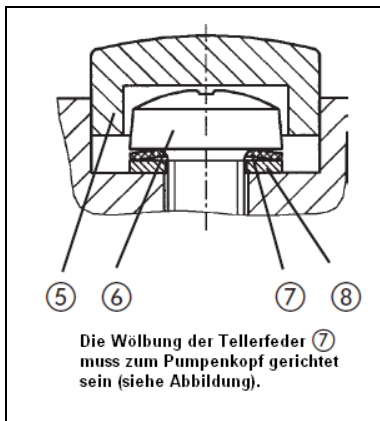

Abb. 12: Ausrichtung der Tellerfeder
- Die neuen Ventilplatten/Dichtungen (2) in die Ventilsitze der Zwischenplatte (1) einlegen.
6. Durch leichte horizontale Bewegung der Ventilplatten/Dichtungen (2) sicherstellen, dass die Bohrung der Ventilplatten/Dichtungen auf dem Zentrierstift der Zwischenplatte (1) zentriert ist.
7. Kopfdeckel (3) auf Zwischenplatte (1) setzen entsprechend der Filzstiftmarkierung (M).
8. Durch leichte seitliche Bewegung des Kopfdeckels (3) dessen Zentrierung prüfen.
9. Kopfdeckel (3) und Zwischenplatte (1) miteinander verbinden durch Festziehen der beiden Schrauben (6) (handfest); zur Anordnung von Tellerfedern (7) und Scheibe (8) sowie zur Ausrichtung der Tellerfeder siehe Abb. 12.
10. Schraubenabdeckungen (5) montieren.